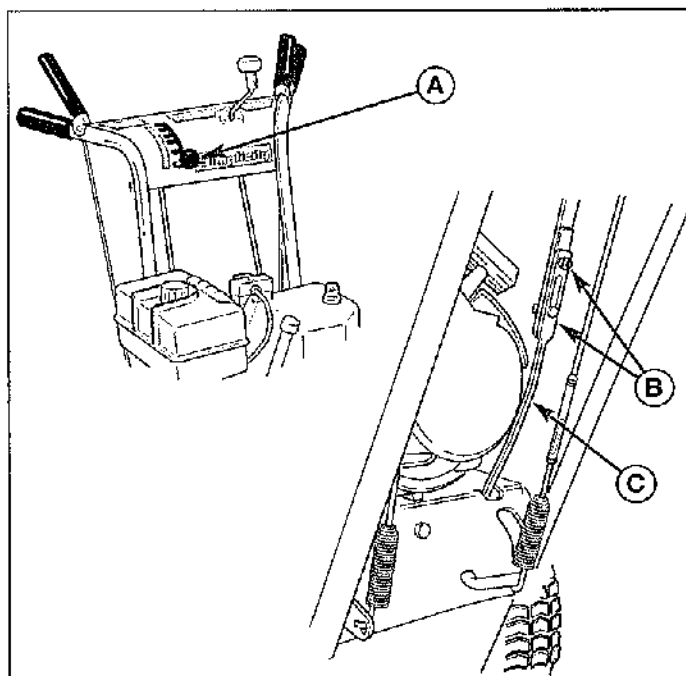

Figure 18. Réglage de la tringlerie du changement de vitesse
1. Déplacer la commande de vitesse au sol (A, Figure 18) complètement vers l'avant.
2. Desserrer la visserie (B) attachant les tiges inférieure et supérieure de levier.
3. Pousser complètement vers le bas la tige inférieure (C) (dans le logement).
4. S'assurer que la commande de vitesse au sol (A) se trouve en 5ème vitesse (complètement vers l'avant). Séparer les deux tiges en les tirant et serrer la visserie (B) des tiges du levier.